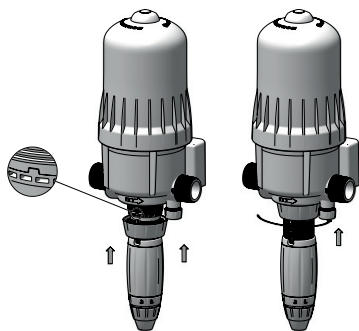

Рис. 21
- Вставьте кожух в корпус насоса, предварительно выровняв направляющие выступы (Рис. 21). При необходимости, чтобы лучше видеть выступы, отвинтите регулировочную гайку дозирования до половины ее хода.